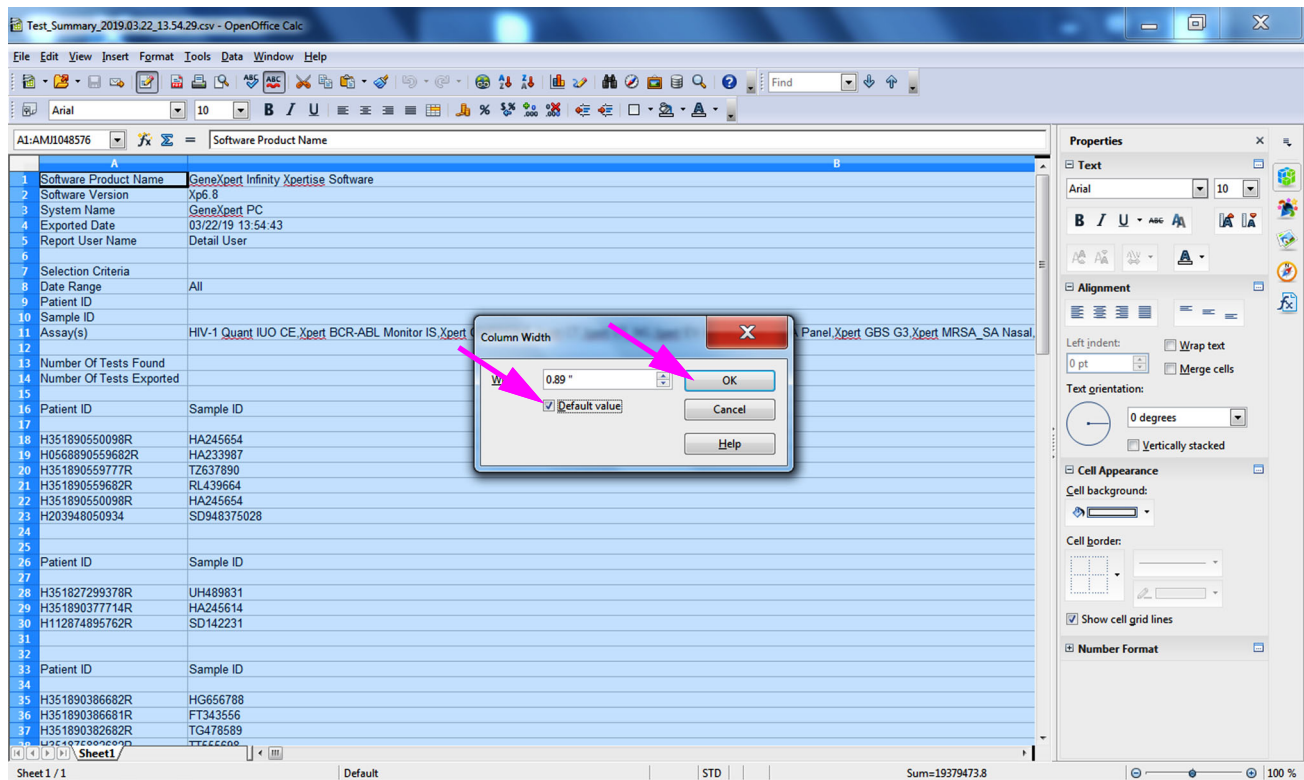

Figura C-8. Caixa de diálogo Column Width (Largura da coluna)
11. Neste menu pendente, clique em **Column Width (Largura da coluna)**. Vai aparecer a caixa de diálogo Column Width (Largura da coluna). Ver Figura C-8.